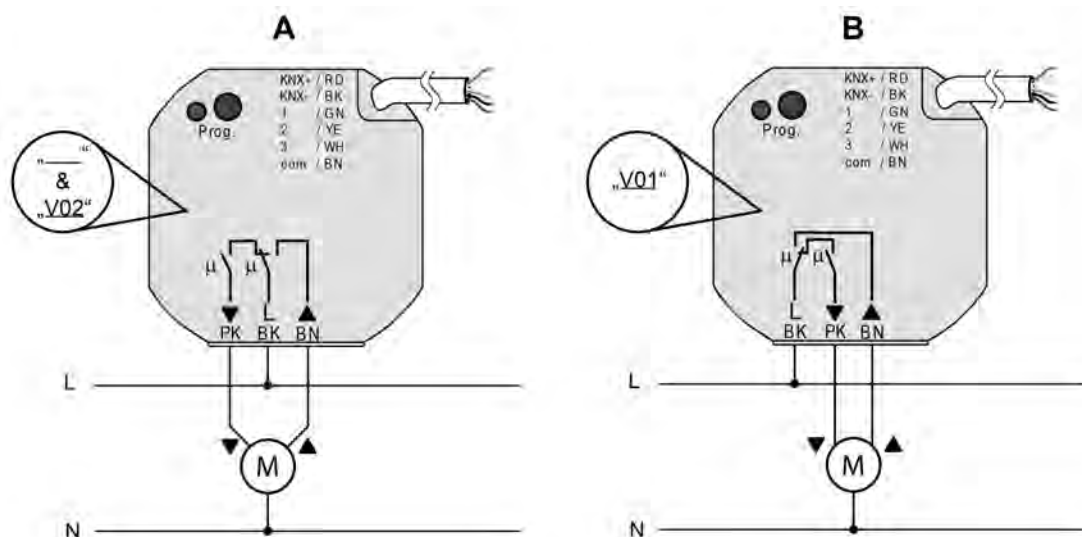

Bild 4: Anschluss der Netzspannung und der Last (abhängig von der Versionskennzeichnung)
- (4) Gerätedose (z. B. Elektronik-Dose)
- (5) Trennwand
- (6) Serienschalter
- (7) potentialfreier Kontakt, z. B. Fensterkontakt
- Netzspannung und Jalousieantrieb mit Hilfe der beiliegenden Federsteckklemmen anschließen. Den Anschluss für Netzspannung und Last entsprechend der Kennzeichnung auf dem Gehäuse-Druckbild ausführen (Bild 4)!